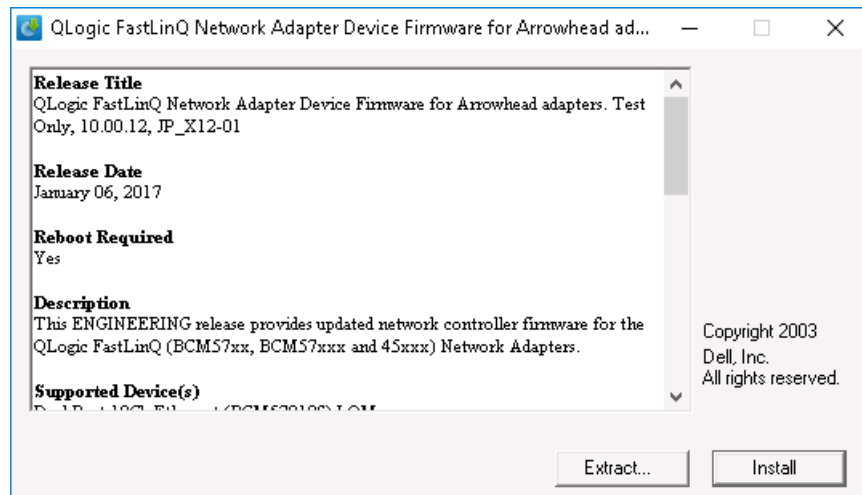

Figure 3-1. Fenêtre Dell Update Package
2. Dans la fenêtre Dell Update Package (Figure 3-1), cliquez sur **Installer**.